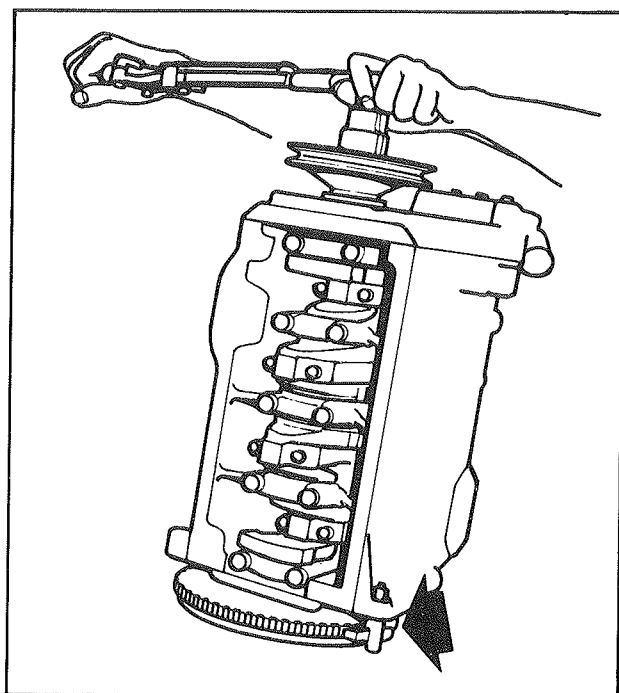

Fig. 4
- La poulie de vilebrequin sera débloquée en immobilisant le volant moteur à l'aide de l'outil de blocage de la couronne de démarreur (fig. 4).